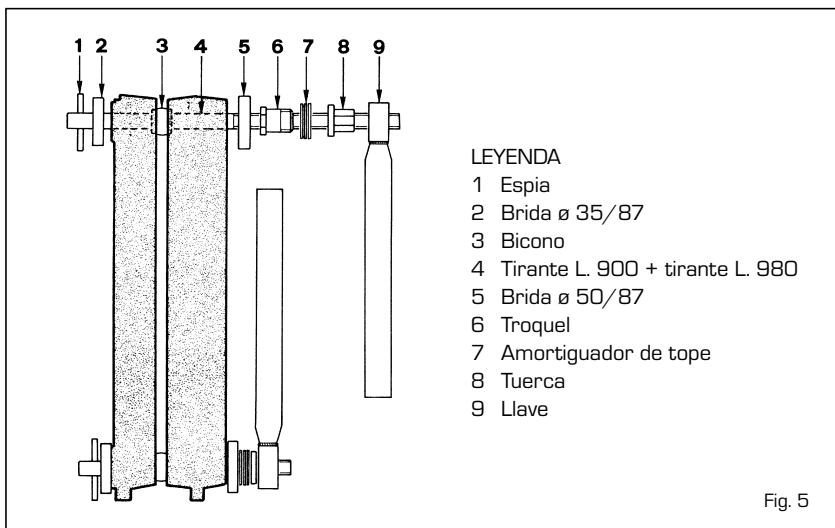

Fig. 5
- ensamblar los elementos con el apóposito kit formado por una pareja de tirantes para el ensamblaje con los relativos accesorios cód. 6050900 [fig. 5] aplicando la presión simultáneamente sobre el bicono superior y sobre el inferior. Si acaso, durante la operación, la unión de los elementos no resultara uniforme y paralela, meter el formón en la parte más cerrada y, haciendo presión, llevar al mismo nivel las dos piezas que hay que unir. La unión de dos elementos se considera realizada en el momento en que los bordes externos de los elementos hacen contacto;